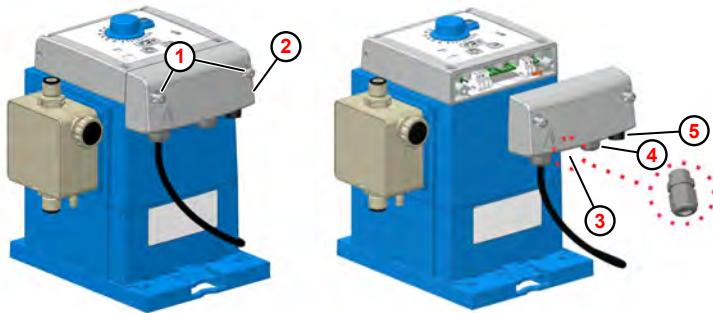

Fig. 11: Installazione elettrica «EcoUp»
① Viti dell'alloggiamento.
② Pannello del vano morsetti
③ Passacavo per uscita quantità di dosaggio o allarme
④ Passacavo per ingresso impulsi o consenso
⑤ Ingresso livello di connessione a spina
( Fig. 11 , ② )
1. ➔ Allentare entrambe le viti dell'alloggiamento ( Fig. 11 , ① ). Le viti sono protette da un'eventuale caduta.
2. ➔ Smontare il pannello del vano morsetti ② .
3. ➔ Per il collegamento dell'uscita per quantità di dosaggio o allarme, montare nel punto adeguato il pressacavo M12x1,5 contenuto nel kit accessori della pompa ③ , far passare il cavo, serrare il pressacavo e collegare i fili del cavo secondo lo schema dei morsetti.
4. ➔ Per collegare l'ingresso impulsi o consenso, far passare il cavo attraverso l'apposito passacavo ④ , serrare il pressacavo e collegare i fili del cavo secondo lo schema dei morsetti.
5. ➔ Il collegamento per l'ingresso di livello deve essere inserito nell'apposita presa ⑤ .
6. ➔ Dopo aver completato tutti i lavori di installazione, rimontare il pannello del vano morsetti ② e serrare le viti di fissaggio ① .
I morsetti sono accessibili dopo aver rimosso il coperchio del vano morsetti ( Fig. 11 , ② ).